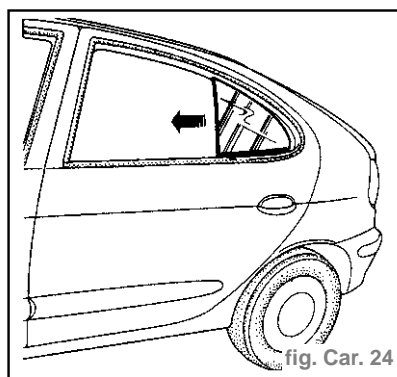

fig. Car. 24
- Dégager la vitre de l'encadrement de porte AR, en la tirant vers l'avant du véhicule (fig. Car. 24).